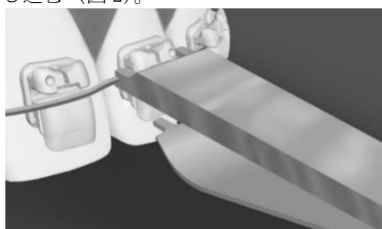

図2
- (2) 開閉用 インスツルメントに軽く圧をかけ、必要に応じて軽く揺らしながらワイヤーを確実にスロット底まで押し込む (図2)。